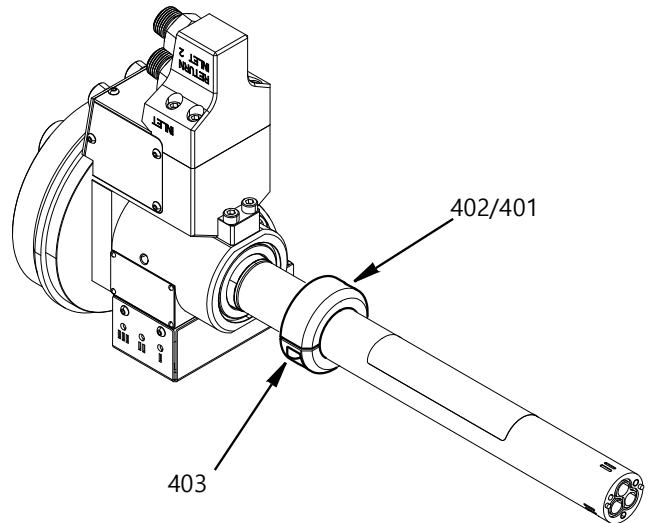

FIG. 16
- 중앙 본체에서 어댑터를 제거한 상태에서 M5 나사(403) 2개를 풀고 와셔(402)와 함께 잠금 링 어셈블리(401)를 제거합니다. FIG. 16를 참조하십시오.